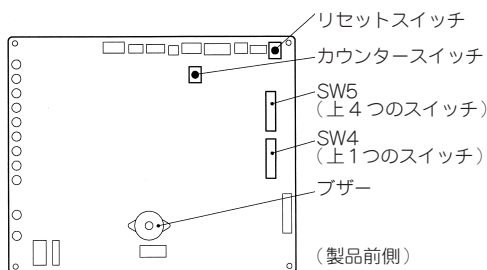

図 21 制御基板
- 制御基板は天板内部の制御部内に設けています。下の図 21、22 を参照して制御部のカバーをはずし、内部の制御基板の設定を行ってください。
① 運転時間設定スイッチ (SW5、SW4)